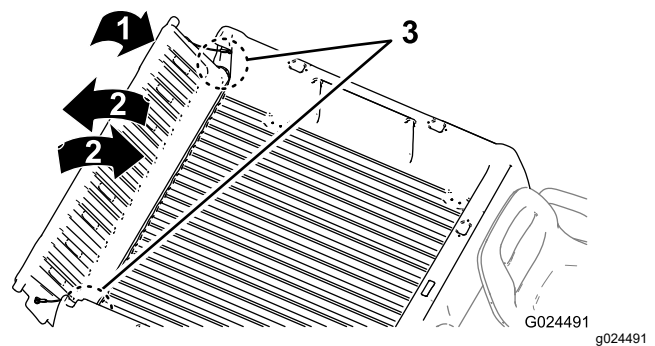

Figure 15
2. Inclinez le hayon à environ 45° (Figure 15).
3. Agitez légèrement le hayon pour le faire pivoter d'avant en arrière plusieurs fois (Figure 15).